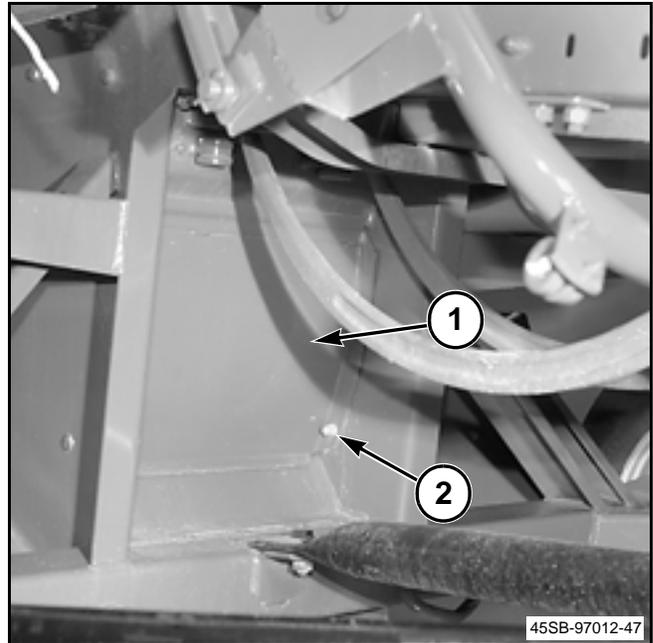

FIG. 32
FIG. 32: La puerta de acceso a la cámara de carga (1) proporciona acceso a la cámara de carga, las uñetas del dispositivo de llenado, las cuchillas del émbolo y al área de la cuchilla de reborde. La puerta se sujeta en posición con dos pernos de montaje (2) en los costados de la cámara de carga.